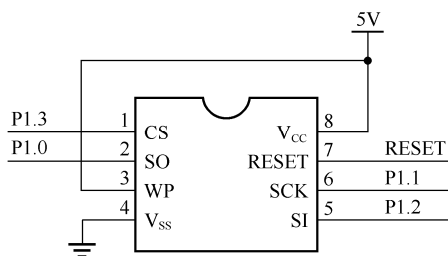

图 5-33 X5045 的指令寄存器
(1) 硬件连接
C51 系列单片机与存储器 X5045 (E²PROM) 的硬件连接图如图 5-33 所示, 图中, P1.0 模拟 MCU 的数据输出端 (SO), P1.1 模拟 SPI 的 SCK 输出端, P1.2 模拟 SPI 的从机选择端, P1.3 模拟 SPI 的数据输入端 (SI)。